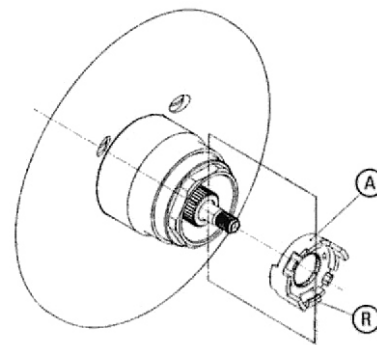

FIG. 5
(RING A FIG. 5)
(ANILLO A FIG. 5)
➔ Rotate the spindle of the cartridge, aided by the use of the lever towards the hot side (anticlockwise), so that the external notches (R) on ring (A) correspond to the longitudinal axis of the body, then remove the ring (A) (fig. 5). You may use pliers to aid the removal of the ring (A).
➔ Gire el eje del cartucho en sentido contrario a las agujas del reloj de manera que los dientes externos (R) del anillo (A) se encuentren en correspondencia con el tablero longitudinal del cuerpo, entonces retire el anillo (A) (fig. 5). Puede utilizar el alicate para remover el anillo (A).